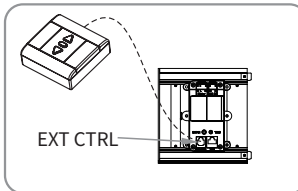
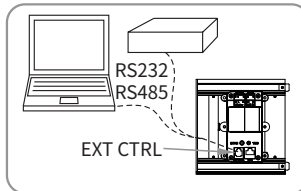
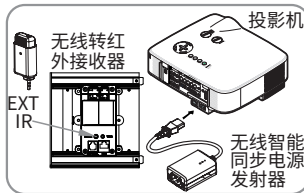

图17
图18
图22
将信号线一端水晶头插入银幕左端盖的外置控制插孔(EXT CTRL),另一端与中控器、电脑RS232接口或美视壁控开关盒连接(如图15-21),可以通过壁控开关、中控器或电脑控制银幕的上升、停止、下降。控制接口功能分布如图17,信号线的水晶头端接线定义如图18。
3. 弱电干触点壁控开关(选购件)控制, 见图17
用信号线把银幕的 EXT CTRL 端与电脑或者中控器的RS232/485端口连接好(图18),从控制端发送相应指令可以控制银幕的上升、停止和下降,相关端口设置及指令见图22。
该端口也可以外接无线转红外接收器(选配件),配套相应的无线发射器,可以实现RF无线控制;当使用无线转红外接收器+智能无线同步电源控制器时,可以实现投影机开关机同步智能控制银幕升降功能(适用于所有投影机,即投影机开机后银幕自动展开,关机后自动回收),如图22。